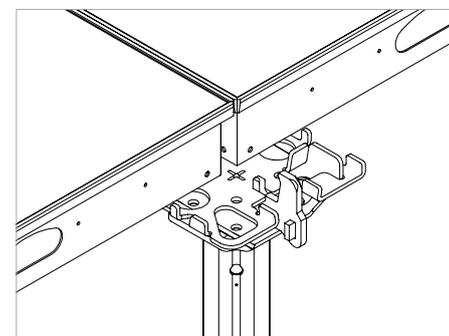

Fig. A5.14a
- quando o fecho  $\leq$  consola. (Fig. A5.14a)